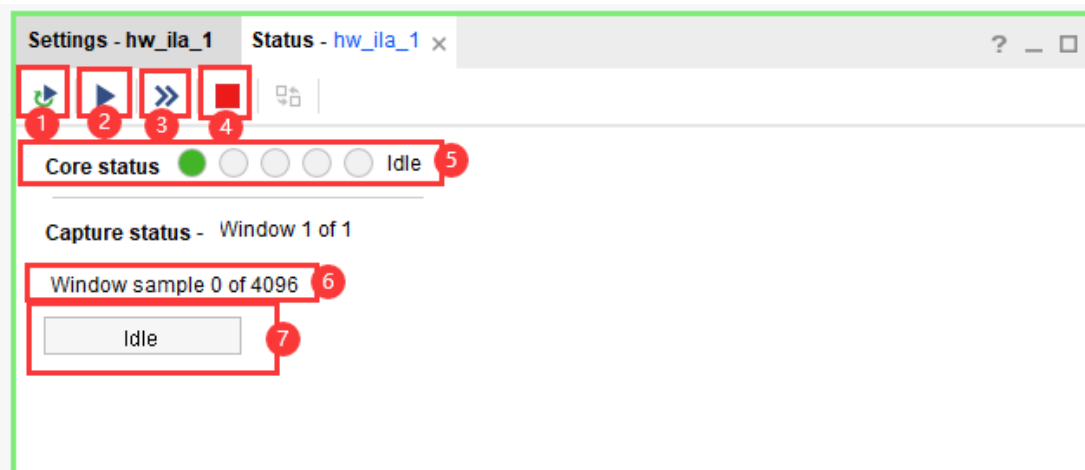
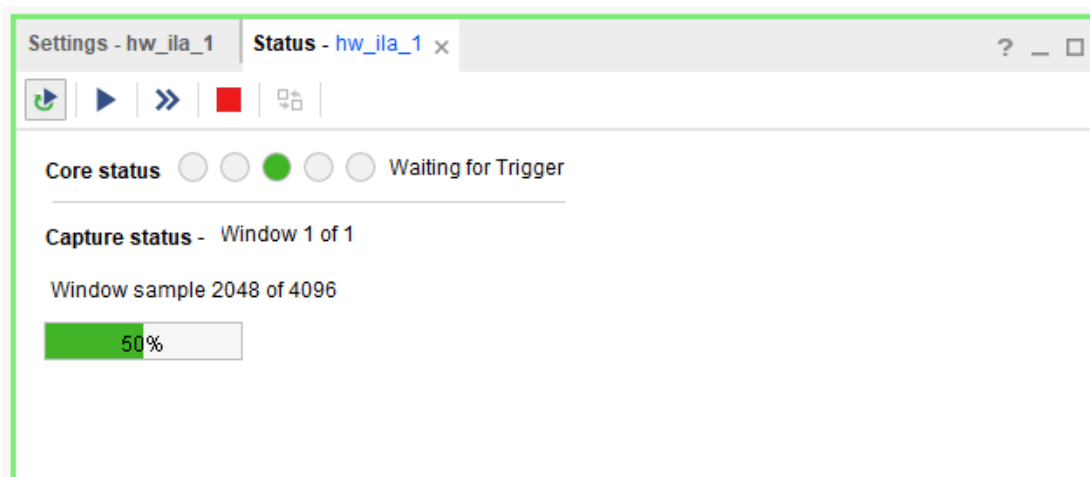

图 1.7-7 窗口 2 面板(1)
图 1.7-8 窗口 2 面板(2)
如图 1.7-7，从该窗口中，可以对 ILA 采样过程进行控制，并观察 ILA 的执行状态和步骤。窗口中：
按钮①：设置采样执行过程为循环采样。如果该按钮按下，则其外框为灰色线条，且框内颜色微深于面板背景色。(观察比较图 1.7-7 和图 1.7-8)
状态栏⑥：已采集的点数占总采集点数的关系。由于图 1.7-8 中 TRIGGER 设置的在波形窗口 2048 点展示，而 TRIGGER 还未到来，所以采样完成了 2048 个点而正等待 TRIGGER。